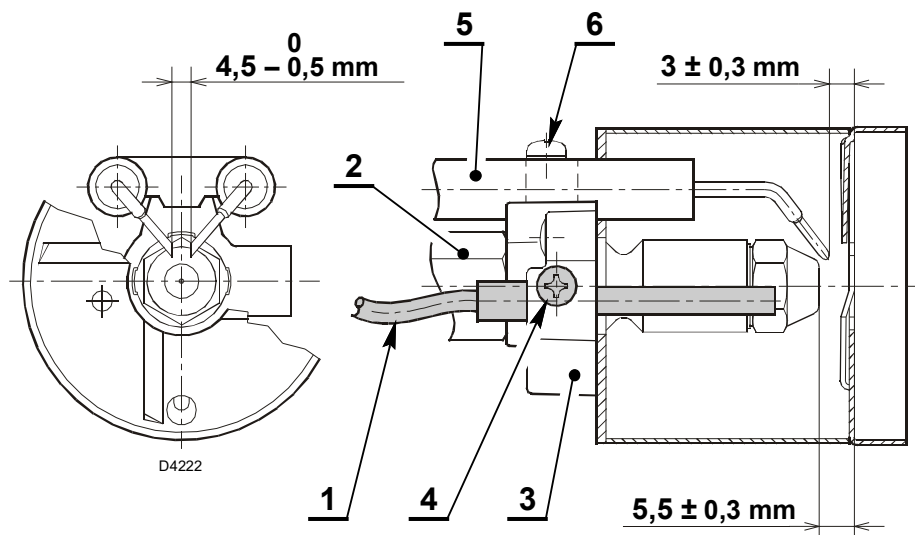

Fig. 12
Le misure in Fig. 12 devono essere rispettate.
- appoggiare il gruppo supporto elica 3)(Fig. 12) al portaugello 2)(Fig. 12) e bloccare con la vite 4)(Fig. 12). Per eventuali aggiustamenti del gruppo elettrodi 5) allentare la vite 6)(Fig. 12).
- inserire la fibra ottica 1)(Fig. 12) nel gruppo supporto elica 3) e assicurandosi che arrivi fino a battuta.
- Serrare con cautela la vite 4)(Fig. 12) per bloccare la fibra ottica 1)(Fig. 12).